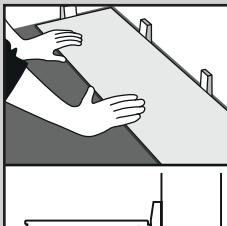

Fig. 1
1. Begin met een hele plank/tegel langs de muur en bereken hoeveel breedtes er voor de hele kamer nodig zijn. Als dit betekent dat er een rij kleine planken/tegels langs de tegenoverliggende muur komt te liggen, snijdt u de eerste rij bij. Leg dit product met de messing-/gesneden kant naar de muur. Breng afstandhouders van 5 mm tussen de plank/tegel en de muur aan (Fig. 1).